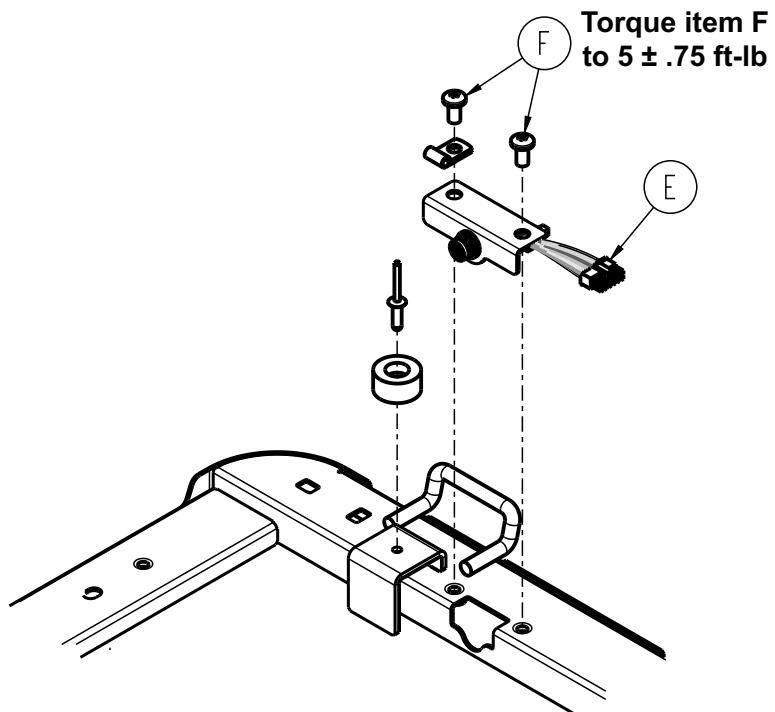

Figure 40 – Retrait des vis du port/support de la commande suspendue
16. À l'aide d'une clé Torx T30, retirer les deux vis (F) qui fixent le port/support de la commande suspendue (E) à l'ensemble soudé du relève-buste et les jeter (Figure 40).